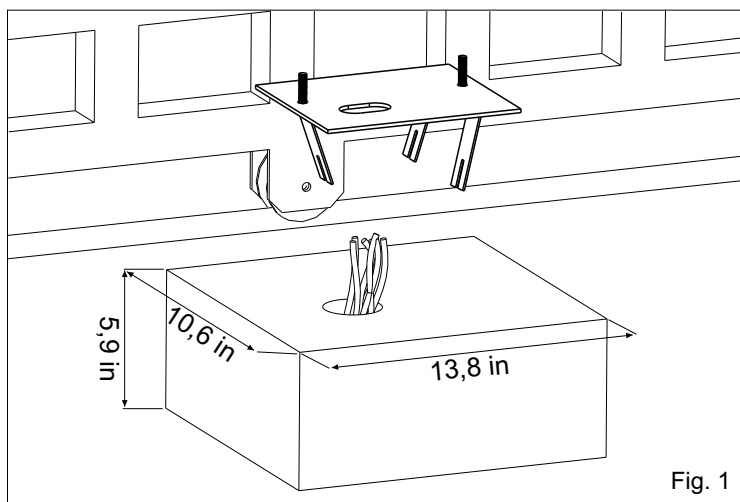

Fig. 1
**2.1.** Disponer según la medida indicada en la Fig. 1 una plazoleta de cemento dentro de la cual vendrá murada una placa de fundación y los pernos de anclaje N.B. Es oportuno, cuando la estructura de la cancela lo permite, levantar la placa del pavimento al menos de 1,96 in. para evitar eventuales retenciones de agua.